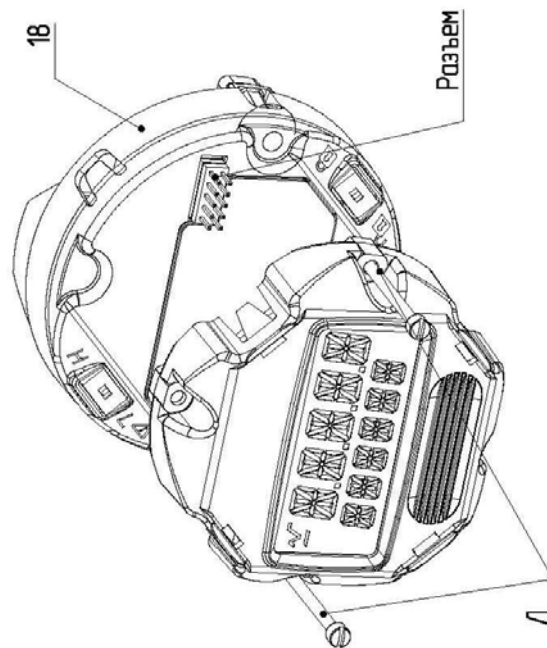

Рисунок 4 – Электронный преобразователь (продолжение)
1.3.2.2 На электронной плате расположены переключатели, определяющие режим работы датчика при неисправности и режим защиты параметров настройки датчика (рисунок 4).